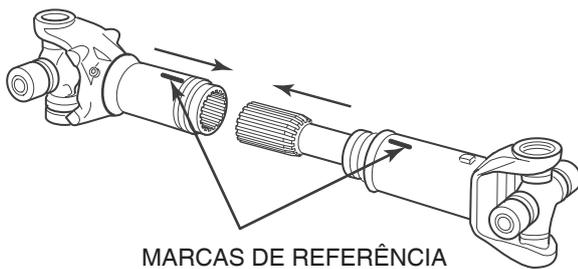

Figura 8.23
5. Alinhe as seções do garfo deslizante e do eixo estriado com as marcas de referência que você fez durante a desmontagem. Figura 8.23.
6. Instale o eixo estriado dentro do garfo deslizante até que as estrias estejam totalmente encaixadas. Figura 8.23.